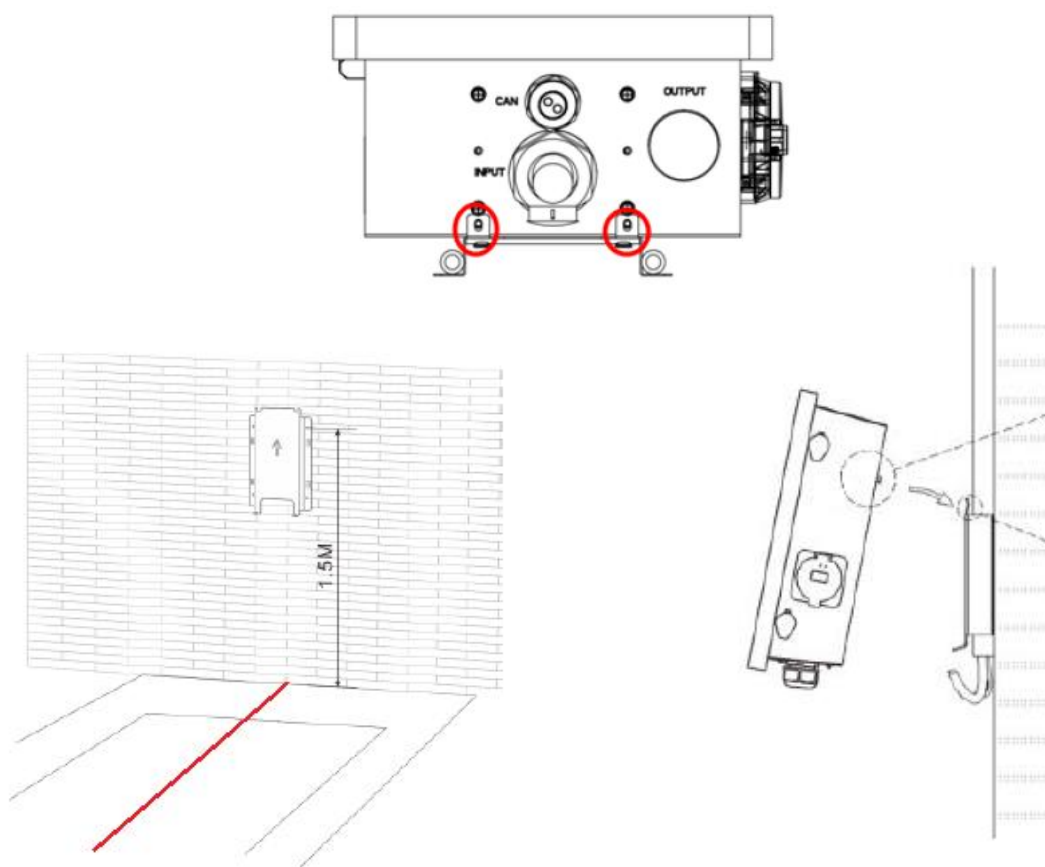

Figura 16 – Fissaggio a parete
- 4) Incastrare, come da Figura 16, la stazione sul supporto